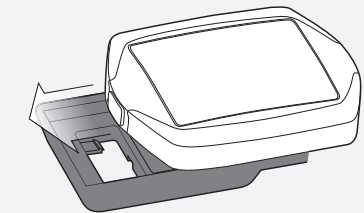

Figure 15. Faire glisser le compteur dans sa base.
7. Faites glisser le compteur sur sa base (Figure 15).
4. Faites glisser le compteur sur sa base (Figure 15).